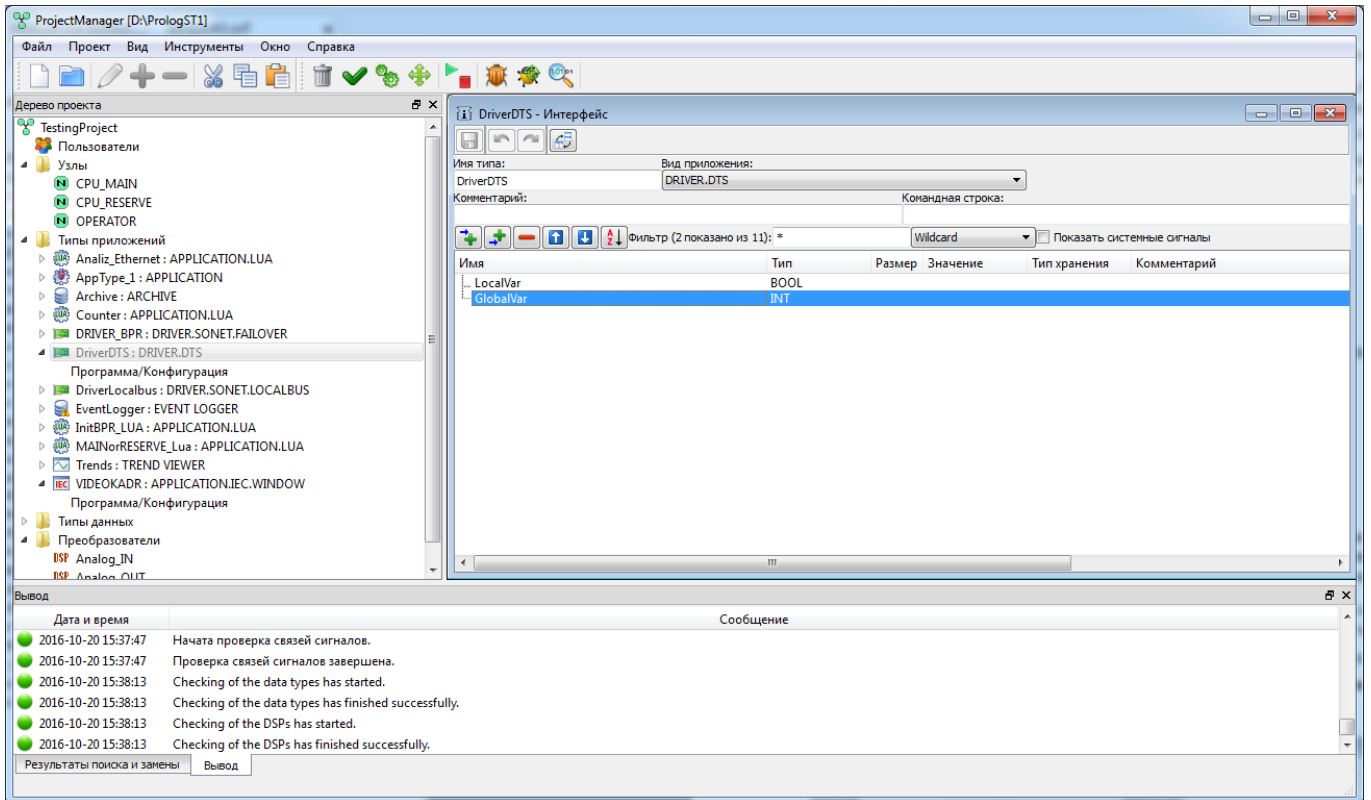

Рисунок 3.177 - Настроенный интерфейс приложения-драйвера DTS-клиент
2. Необходимо добавить сигналы SCADA-системы "СОНАТА", которые будут связаны с сигналами SCADA-системы "ПОРТАЛ". В интерфейс можно либо добавить глобальные сигналы, созданные ранее (см. раздел 3.2.2.8.1), либо создать локальные сигналы приложения (см. раздел 3.2.2.4.3). На рис. 3.177 в интерфейс приложения-драйвера DTS добавлены два сигнала SCADA-системы "СОНАТА": **LocalVar** - локальный сигнал приложения и **GlobalVar** - глобальный сигнал SCADA-системы "СОНАТА". По окончанию настройки интерфейса, необходимо нажать кнопку  ("Сохранить") и закрыть окно кнопкой  ("Закреть").